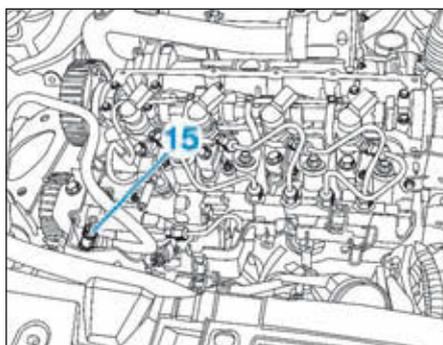

FIG.92
- Débrancher de la pompe haute pression le raccord (15) du tuyau d'alimentation de carburant (Fig.92).